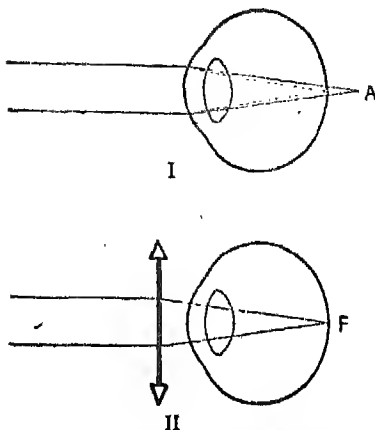

Fig. 6. — L'hypermétropie et sa correction.
b) Les hypermétropes ont des yeux *trop courts* : ils voient mal les objets rapprochés (fig. 6).